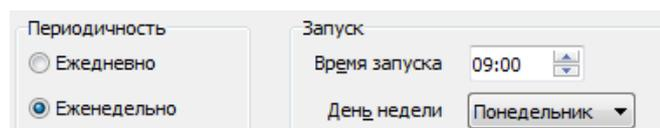

Рис. 8 Вкладка **Автоматическое резервное копирование баз данных**, периодичность *Еженедельно*
- *Еженедельно*, в этом случае необходимо указать **День недели** и **Время запуска** копирования (Рис. 8):